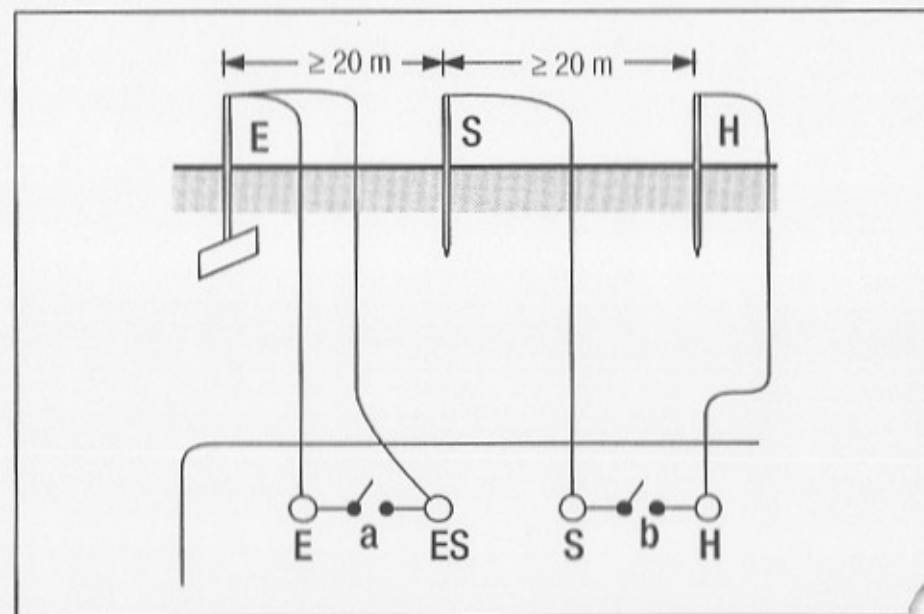

Bild 7 Messung des Erdungswiderstandes nach dem Vierleiterverfahren
- ▷ Die Kurzschließer „a“ und „b“ werden durch Kippen geöffnet (vgl. Bild 7 Seite 12).